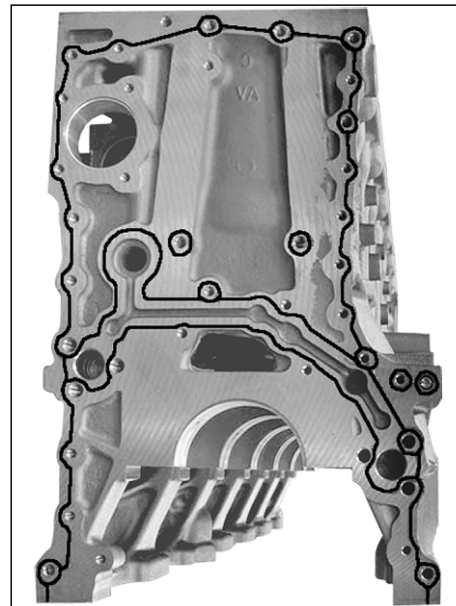

Рис. 106. Нанесение герметика на торец блока цилиндров.
1. Нанести на торец блока цилиндров под установку листа торцевого герметик "Локтайт 518", как показано на Рис. 106.